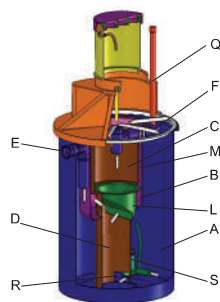

Рис. 3. Внутреннее строение емкости азрации ЛОС 5М
Азрированная смесь перетекает из емкости окислирования-нитрификации «А» (Рис. 3) в емкость «В», через первую серию отверстий (Т1), сделанных в верхней части ускорителя (М) и стекает по вертикали вниз. В нижней зоне емкости «В» поток перетекает в емкости (С) и (D) через серию отверстий (Т2).